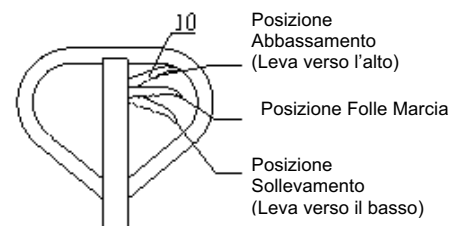

Figura 5
- 4.1. Dopo aver montato il transpallet, cercare di muovere l'impugnatura, azionare la leva di comando (elemento 10) nelle diverse posizioni per eseguire le funzioni di Sollevamento, Folle e Abbassamento (vedere la Figura 5). Verificare se le diverse posizioni funzionano correttamente.